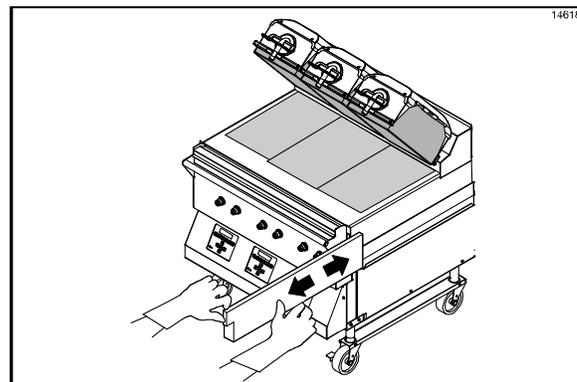

Figura 40
7. Quite, vacíe y vuelva a instalar las bandejas para grasa. (Vea la figura 40.)